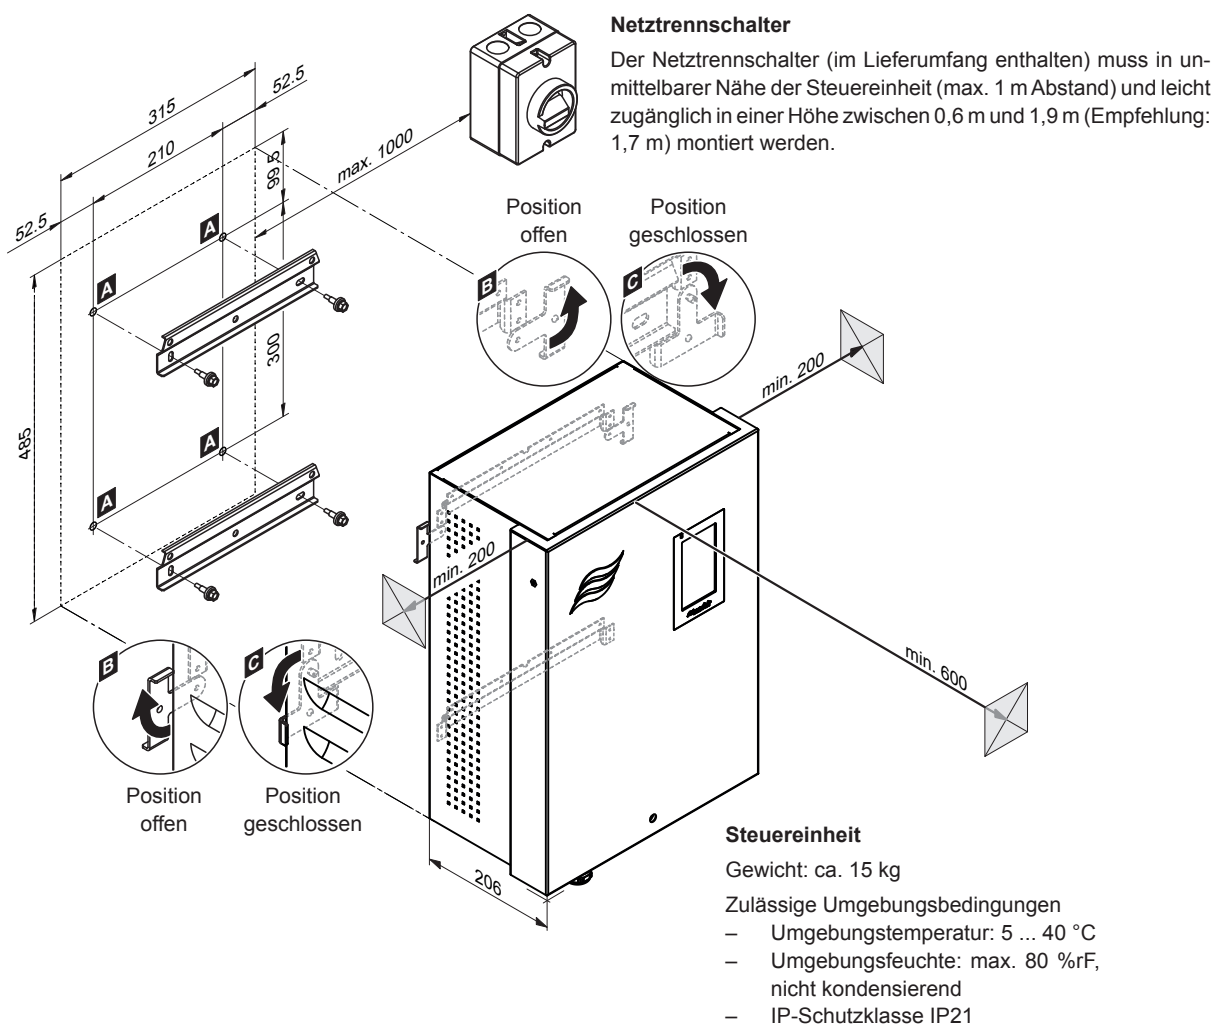

Abb. 35: Montage Steuereinheit - Masse in mm
3. Die Arretierungslaschen auf beiden Seiten der Steuereinheit nach aussen drehen (geöffnete Position, siehe Detail "B" in Abb. 35).
4. Die Steuereinheit in die Wandhalterungen einhängen. Anschliessend die beiden Arretierungslaschen auf der Rückwand der Steuereinheit nach innen drehen (geschlossene Position, siehe Detail "C" in Abb. 35), um die Steuereinheit an der oberen Wandhalterung zu fixieren.